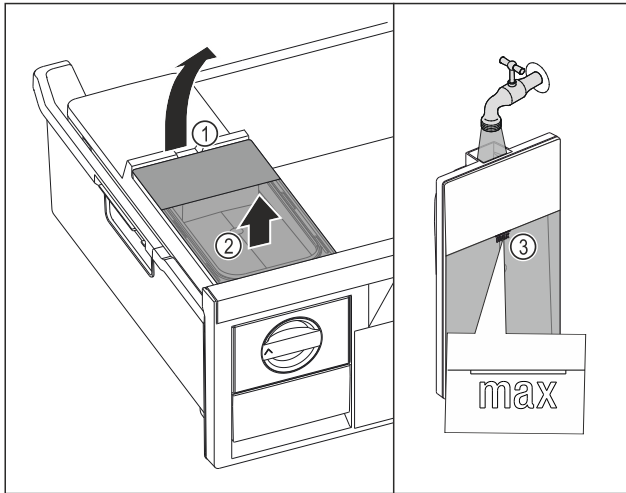

Fig. 29
- ▶ Watertank aan de uitsparing Fig. 29 (1) optillen.
- ▶ Watertank naar boven toe verwijderen. Fig. 29 (2)
- ▶ Watertank tot de markering Fig. 29 (3) vullen met drinkwater.